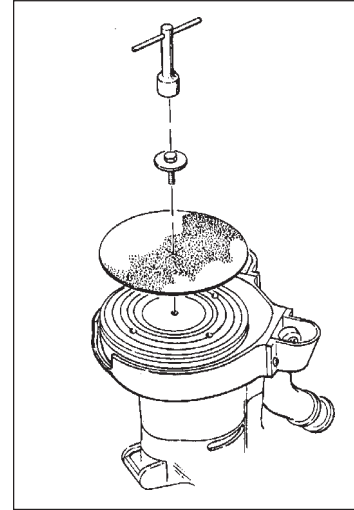

Figura 1
1. Saque el tornillo y el retenedor del abrasivo. Centre el abrasivo sobre la almohadilla y asegúrelo con el retenedor y el tornillo del abrasivo. (Figura 1)